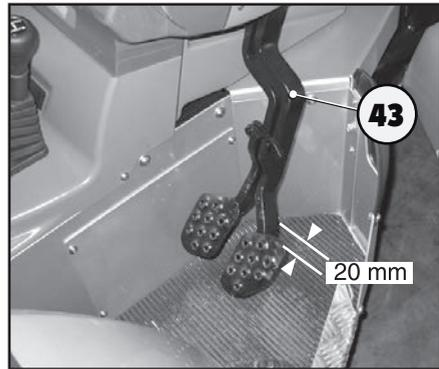

Abb. 6.50
Regelmäßig überprüfen, dass die Bremspedale (43) einen Leerhub von ca. 20 mm aufweisen (Abb. 6.50).